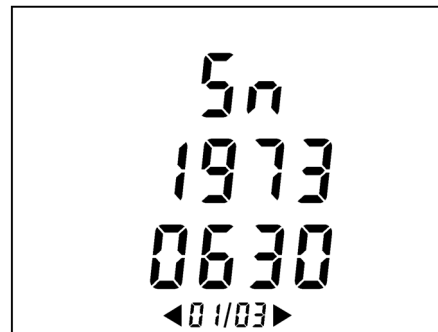

Figura 65: Numero di serie dell'apparecchio (pagina 1/3).
- Il numero di serie dell'apparecchio (**S_n** = *Serial Number*) (Figura 65).